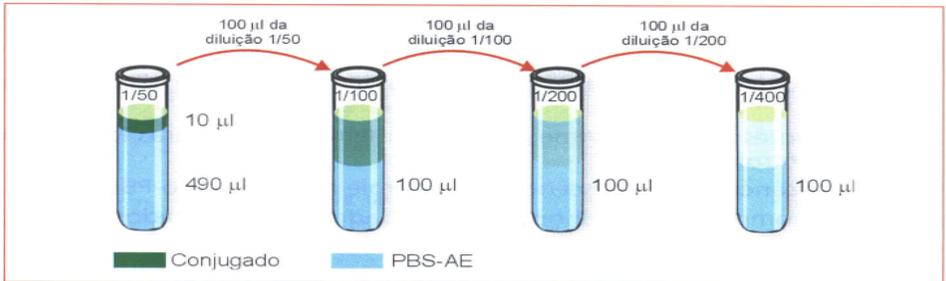

Figura 10 - Diluições recomendadas para titular o conjugado
11. prepare a solução PBS e Azul de Evans (AE) a 0,01%, para diluir o conjugado, seguindo as orientações do bloco "Fórmulas" deste manual;
12. faça as diluições do conjugado como apresentado na Figura 10.